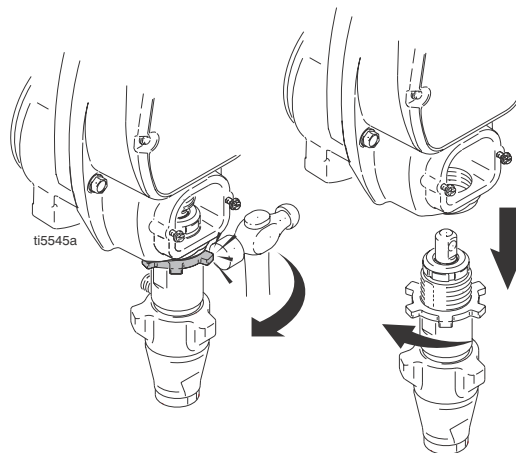

FIG. 17
5. FIG. 17. Desserrer l'écrou en frappant fortement avec un marteau. Dévisser la pompe.